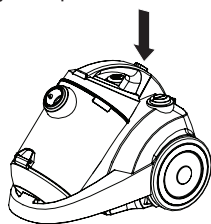

Figura 9
3. Retire el depósito para el polvo; para liberarlo pulse el botón (véase la figura 9) tire de él hacia afuera, y colóquelo encima de una bolsa de basura.